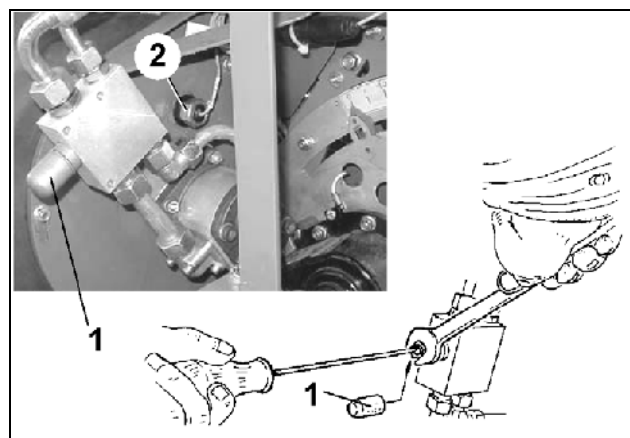

Fig. 106
Det påkrævede blæser-omdrejningstal finder De i Tabel 6. Indstilling af blæserens omdrejningstal foretages på trykbegrænsningsventilen (Fig. 106/2) oder eller på traktoren strømreguleringsventil.
- beskyttelseskappen (Fig. 106/1) fjernes